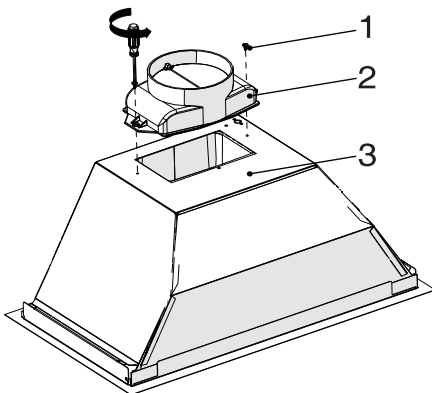

Abbildung 3
- Bringen Sie den mitgelieferten Kunststoffabzug mit 2 Schrauben (3,5x9,5) am Gehäuse des Gerätes an. (Abbildung 3) Reiben Sie nicht fest über seine Oberflächen. (Abbildung 3)